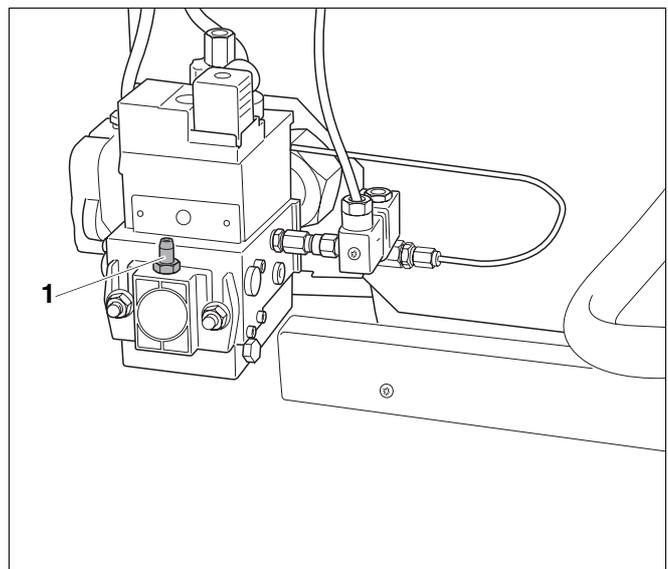

Fig. 5 Disaerare la tubazione del gas
- Allentare di due giri la vite di chiusura del nippel di prova per la pressione di collegamento del gas e lo sfiato (fig. 5, **pos. 1**) sulla valvola del gas ed inserire il tubo flessibile.